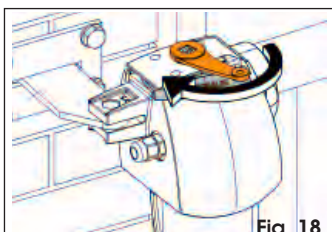

Fig. 18
3. Gire la llave en la dirección indicada por la flecha (Fig. 18), la palanca de desbloqueo se abre ligeramente para facilitar el agarre.